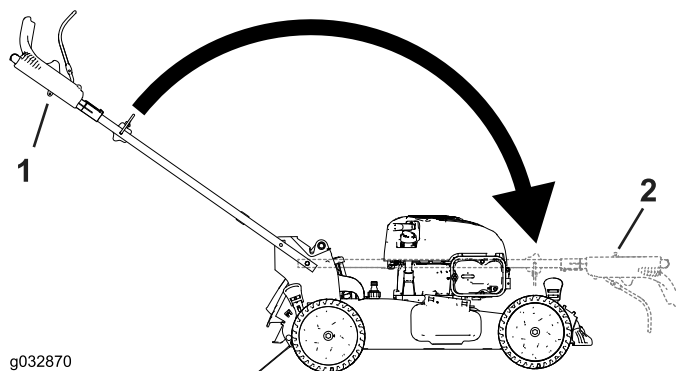

Figura 32
2. Doble el manillar girándolo hacia adelante (Figura 32).